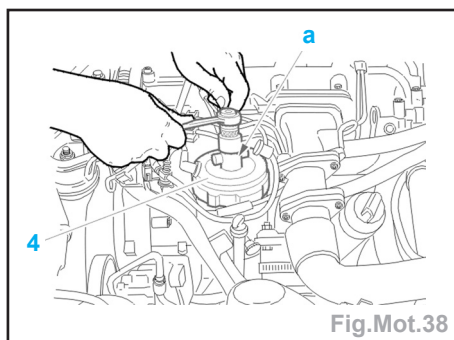

Fig.Mot.38
- Poser une douille de **22 mm** (en (a)) (Fig.Mot.38).